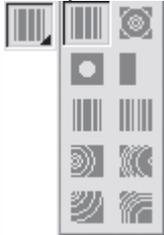

Рис. 1.45. Макрокоманды формирования рельефа
• Система ArCon, кроме организации ландшафта, предлагает ряд функций для формирования рельефа. Все они собраны в вариантной кнопке (рис. 1.45) и позволяют создавать следующие особенности рельефа: